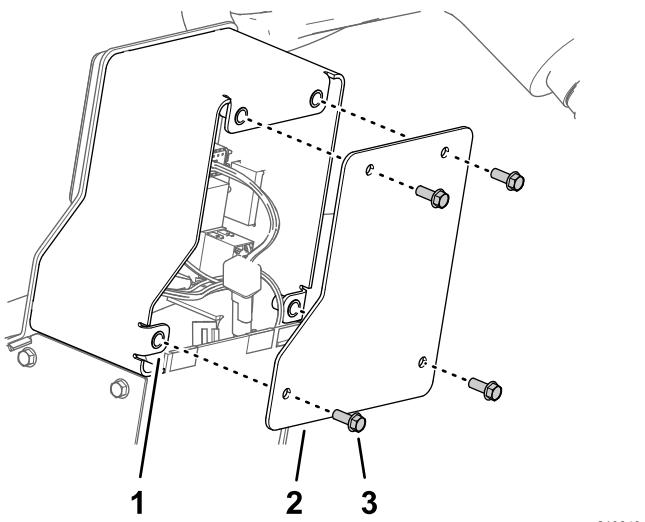

Figure 18
3. Montez le couvercle avant à l'aide des 4 vis (1/4 x 5/8 po) que vous avez retirées à l'opération 1 de Montage des interrupteurs des clignotants et des feux de détresse \(page 5\) pour les modèles 31699 et 31699N, puis serrez les vis à la main (Figure 18).